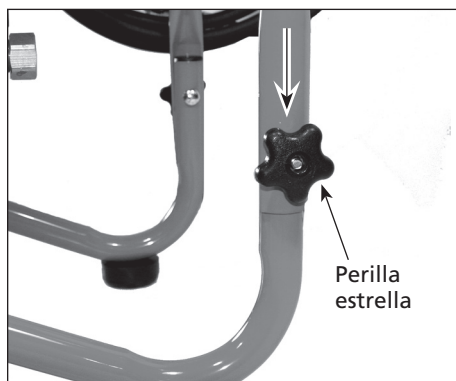

Figura 1 - Ensamblaje del mango
1. Deslice el ensamble del mango sobre las patas inferiores de la base del carro. Utilice la perilla estrella y el perno para asegurar las patas. Vea la figura 1.